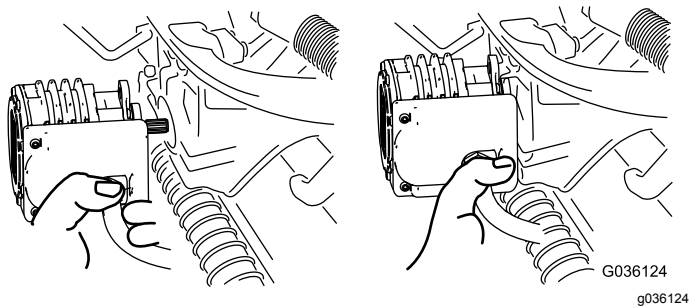

Figura 57
- Mueva el motor al lugar de almacenamiento en la parte delantera del brazo de suspensión (Figura 57).